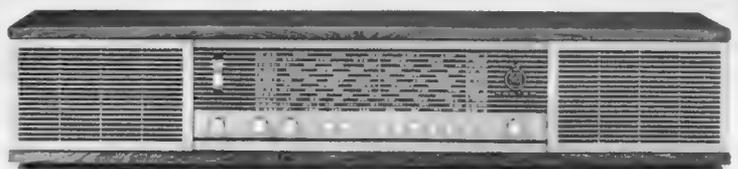

Bild 6. Alltransistor-Tischgerät für Netzanschluß Master 610 K (Bang & Olufsen)
7. Der Transistor im netzbetriebenen Heimgerät hat sich noch nicht eingeführt, zumindest nicht im Bundesgebiet. Erwähnenswert ist hier das von Bang & Olufsen, Struer/Dänemark, offerierte besonders breite und flache Tischmodell Master 601 K (Bild 6) mit 22 Transistoren, fünf Dioden und einem Brückengleichrichter zum Anschluß an 220 V Wechselstrom. Das Gerät hat einigen Reiz, etwa wegen der beiden Lautsprecher, Modell 04654 Y Sinus, in zwei allseitig geschlossenen, innen stark bedämpften Kammern,
Bild 6. Frequenzkurve einer modernen keramischen Tonabnehmer-Kapsel. Meßschallplatte DGG 99009, Auflagekraft 3 p, Rückstellkraft 50 μ l/0,8 p, Spannung 560 mV, Intermodulation bei 8 cm/sec 1,5...2 %